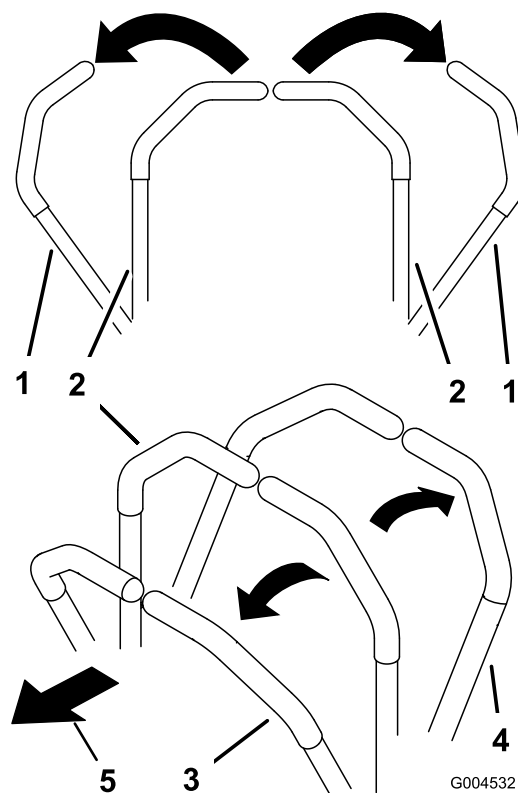

Figura 23
- Para mover para a frente, empurre as alavancas de controlo do movimento para a frente (Figura 23).
- Para mover para trás, puxe lentamente as alavancas de controlo do movimento para trás (Figura 23).
- Para rodar, desacelere a máquina puxando para trás ambas as alavancas e depois empurrando para a frente a alavanca do lado oposto daquele que quer virar (Figura 23).